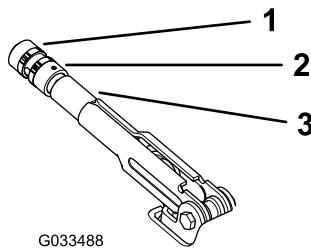

Figure 57
2. Desserrez la vis de fixation du pommeau sur le levier du frein de stationnement (Figure 57).
3. Tournez le bouton (Figure 57) jusqu'à ce qu'une force de 20 à 22 kg soit nécessaire pour actionner le levier.
4. Resserrez la vis de maintien pour terminer (Figure 57).